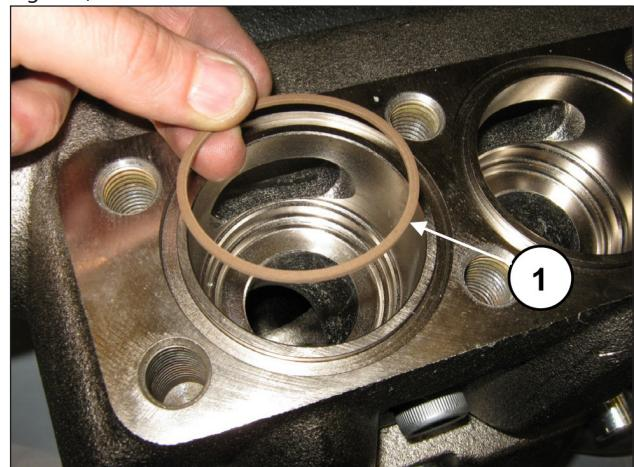

Fig. 156
Inserire l'anello antiestrusione, pos. esploso n. 23 (pos. ①, Fig. 156).